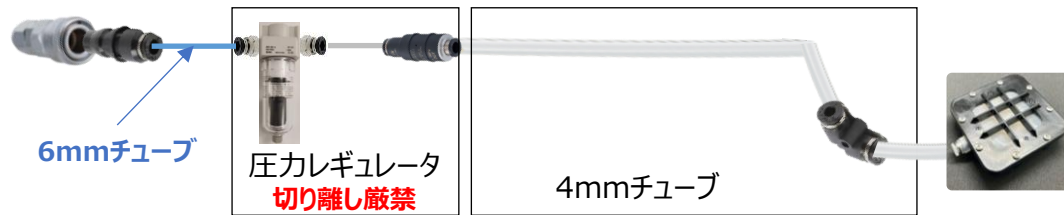

図1
特に、**図1**はNanoCrazeの圧力調整を担っており、ご使用前に①必ず接続がされていること。